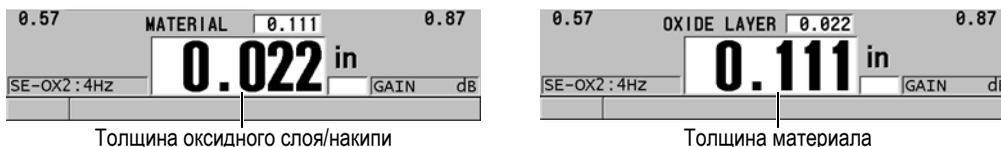

Рис. 7-3 Выбор значения для отображения крупным шрифтом
- c) В поле **КРУПНЫЙ ШРИФТ** выберите значение (толщина материала или оксидного слоя), которое будет отображаться крупным шрифтом на экране измерений (см. Рис. 7-3 на стр. 113).